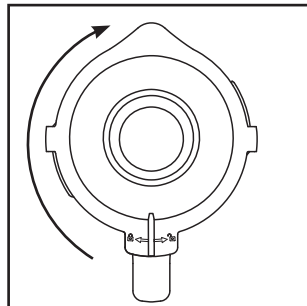

Fig. 2
- 4) Premere saldamente di nuovo il coperchio **2** sull'inserto mixer **3** in modo sfalsato. Chiudere il coperchio **2**, ruotandolo in senso orario nella posizione , fino a percepirne l'innesto (vedere Fig. 2). Verificare che il beccuccio dell'inserto mixer **3** sia chiuso. Il motore può avviarsi solo quando il coperchio **2** è posizionato a filo.